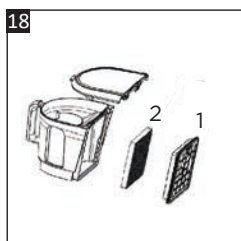

Fig. 18
3. Trageți cele 2 file de plastic din mijlocul filtrului HEPA (23) pentru a-l scoate din spatele colectorului de praf (Fig. 18).
4. Apoi scoateți filtrul de burete (22) din filtrul HEPA.